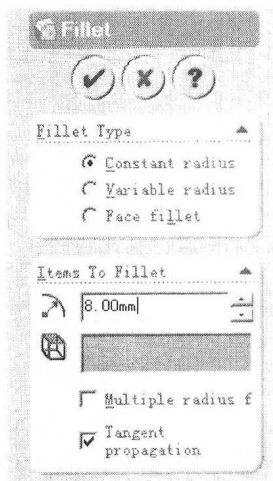

图 1-6 设置 Fillet 参数
5. 制作圆角。从 FeatureManager 设计树中选择 Base-Extrude, 然后在左边的工具栏中单击  或者执行 Insert → Features → Fillet/Round 命令, 出现设置 Fillet 参数的选项框, 如图 1-6 所示。